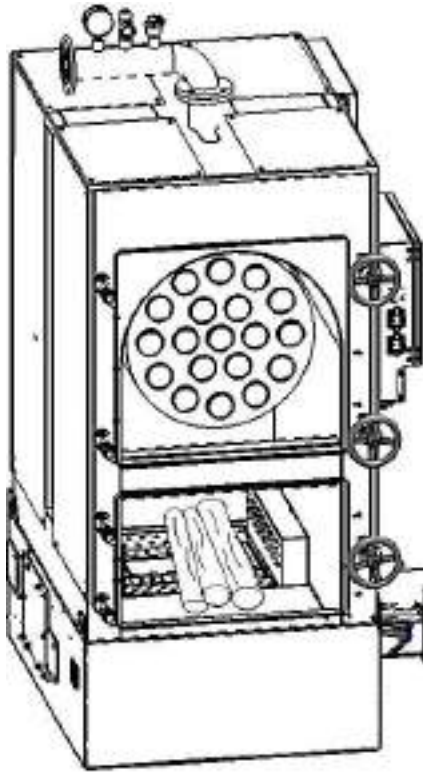

Рис. 29
3.2.1 Закрывать чашу горения крышкой. Положить дрова в топку. (см рис. 29).